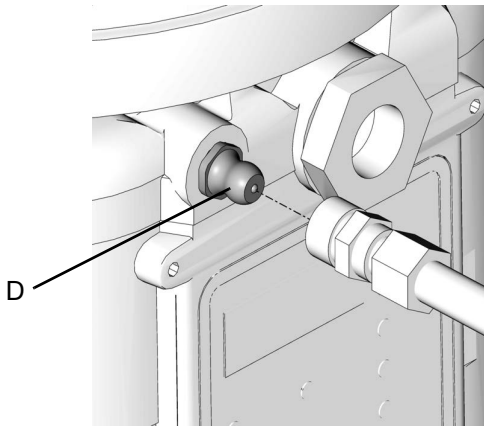

图 19
<ul style="list-style-type: none"> • 注入液箱前，务必用清洁的干布清洁管件 (D)（图 19）。脏污和/或碎屑可能损坏泵和/或润滑系统。 • 更换滑脂时，务必使用兼容的流体或滑脂。 • 使用气动或电动传输泵注入液箱时必须小心，防止对液箱加压，破坏液箱。
1. 将注入管连接到 Zerk 入口注入管件（图 19）。
1. 将注入管连接到入口管件 (图 19)。